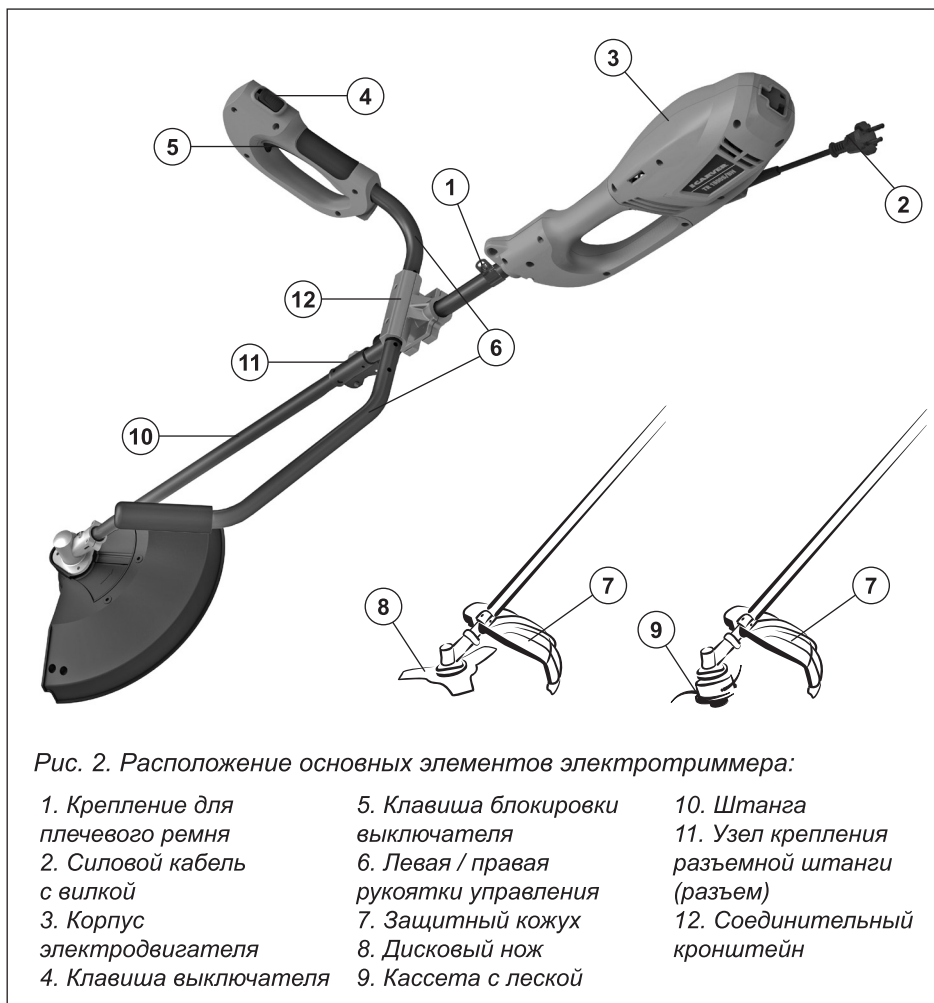
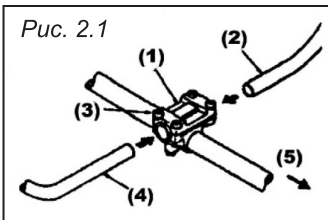

Рис. 2. Расположение основных элементов электротриммера:
Рис. 2.1
Основные элементы и части электротриммера представлены на *рис. 2*.
1. Велосипедная рукоятка (см. рис. 2) состоит из двух частей: левой и правой (6) ручек управления, которые прикреплены к штанге (10) с помощью соединительного кронштейна (12). Левая ручка служит для удержания электротриммера левой рукой, а правая ручка — для удержания правой рукой и управлением работой электротриммера. Установка велосипедной рукоятки производится в следующей последовательности (см. рис. 2.1):
1) ослабьте болты (3) на верхней крышке кронштейна (1);
2) вставьте левую (4) и правую (2) ручки управления в соединительный кронштейн согласно рис. 2.1 и затяните болты.
2. Отрегулируйте длину ремня таким образом, чтобы при работе режущий элемент электротриммера двигался параллельно поверхности земли. Пристегните карабин к держателю на штанге так, чтобы добиться идеального баланса между передней и задней частью электротриммера (рис. 2, п. 1).